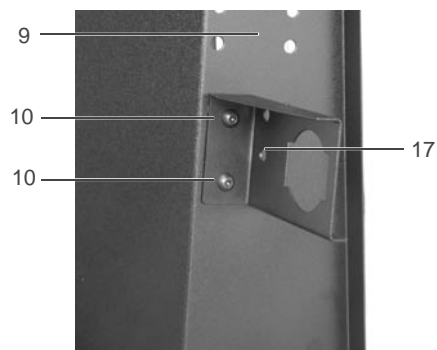

Рис. 3/44
- Защитное приспособление (17) прикрутить винтами с внутренним шестигранником М8х10 (10) к листу держателя баллонов (9). (см. также рис. 3/1).